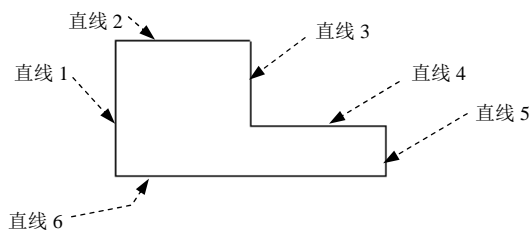
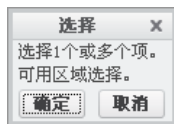

图 4.9.21 绘制直线
图 4.9.22 “选择”对话框
连接直线 1 的终点与直线 5 的终点，完成直线 6 的绘制；单击中键结束直线的绘制，完成后的图形如图 4.9.21 所示。
(1) 平移复制 1。
① 在功能选项卡区域的 **草绘** 选项卡中选择 **编辑** ▾ **→** **平移并复制** 命令。
② 选中图 4.9.21 所示的直线 1 为平移对象，单击图 4.9.22 所示的“选择”对话框中的 **确定** 按钮，系统弹出 **GET VECTOR (得到矢量)** 菜单。
③ 选择 **Horiz (水平)** 命令，系统显示 **输入值[退出]** 提示，在其后的文本框中输入平移值 10，单击 按钮。
④ 在系统 **输入复制数[退出]:** 的提示下，输入数量 1，单击 按钮。
(2) 平移复制 2。
② 选中直线 1 为平移对象，单击中键，系统弹出 **GET VECTOR (得到矢量)** 菜单。